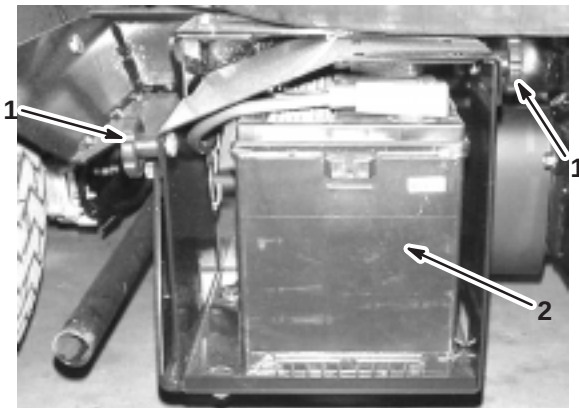

Figure 55
2. Desserrez les boutons sur les côtés du bac de la batterie et déposez le couvercle de la batterie (Fig. 55).
3. Retirez le dispositif de retenue et les fixations de la batterie (Fig. 55).
3. Installez le dispositif de retenue de la batterie avec les fixations retirées précédemment (Fig. 55).
4. Posez le couvercle de la batterie et fixez-le à l'aide des 2 boutons (Fig. 55).
1. Desserrez les boutons sur les côtés du bac de la batterie et déposez le couvercle de la batterie (Fig. 55).